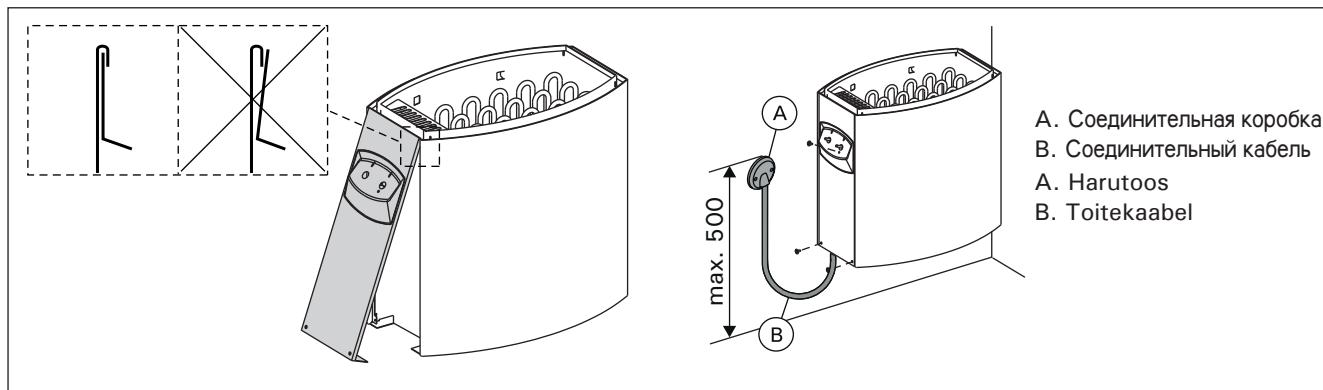

Рисунок 8. Установка крышки распределительной коробки (все размеры приведены в миллиметрах)
- Каменка гибким проводом подсоединяется к соединительной коробке (рис. 8: А) на стене сауны. Соединительная коробка должна быть брызгозащищенной и находиться на расстоянии не выше 500 мм от пола.
- В качестве кабеля (рис. 8: В) следует использовать резиновый кабель типа HO7RN-F или подобный. **ВНИМАНИЕ! Использование кабеля с ПВХ-изоляцией запрещено вследствие его разрушения под воздействием тепла.**
- При установке крышки распределительной коробки каменки убедитесь, что верхний край крышки расположен правильно.** При его неправильном расположении возможно попадание воды в распределительную коробку каменки. Рис. 8.